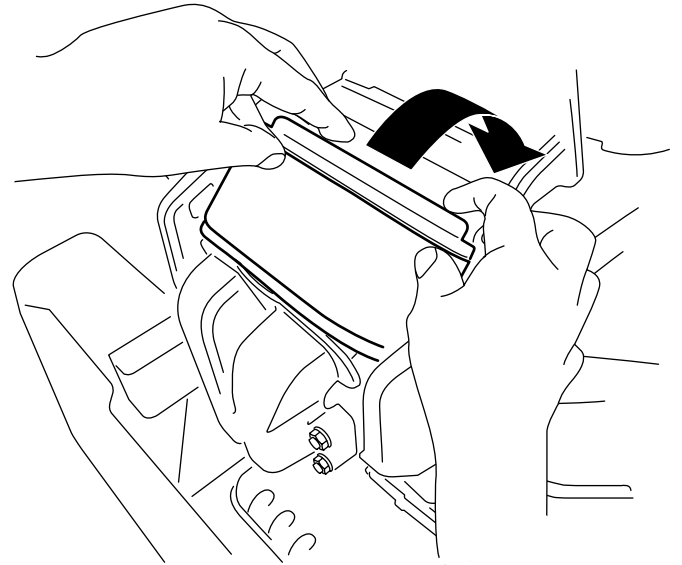

Figura 37
3. Ruotate il filtro nella camera e innestatelo completamente contro il collettore (Figura 37).